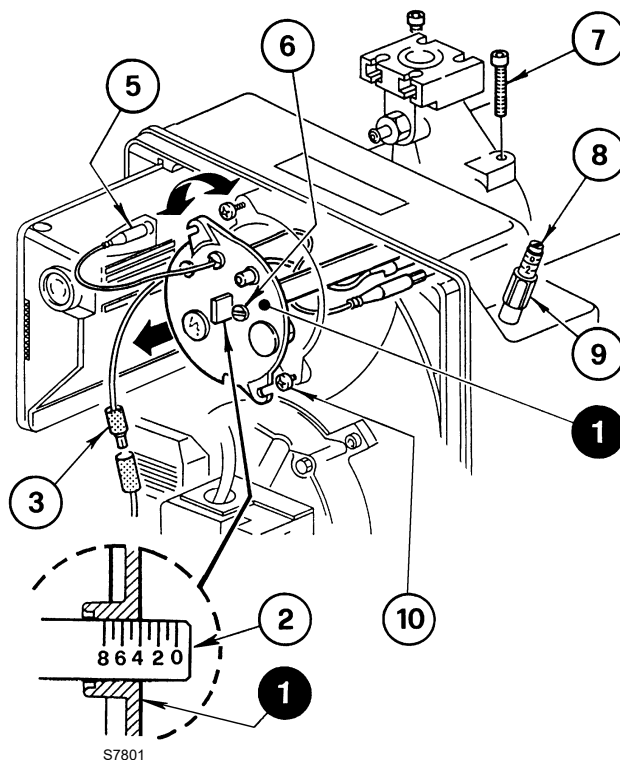

Fig. 11
Se realiza girando en el sentido de las agujas del reloj o en sentido contrario el tornillo de regulación 6)(Fig. 11), hasta que la muesca hecha en la brida de regulación 2) coincida con el plano externo del grupo cabezal 1).
En la Fig. 11, la brida de regulación del cabezal está regulada en la muesca 4.
Para extraer el grupo cabezal (Fig. 11) es necesario:
Volver a montar siguiendo el mismo procedimiento antes descrito en el orden inverso, colocando el grupo cabezal 1)(Fig. 11) en su posición original.
Enroscar los tornillos 7)(Fig. 11) sin apretarlos hasta que hagan tope. Después apretarlos con el par de torsión de 3 - 4 Nm.
Si se aflojara accidentalmente la toma de presión 11)(Fig. 11), se recomienda fijarla correctamente asegurándose de que el orificio (F) (Fig. 11) situado en la parte interior del grupo cabezal 1)(Fig. 11) quede orientado hacia abajo.